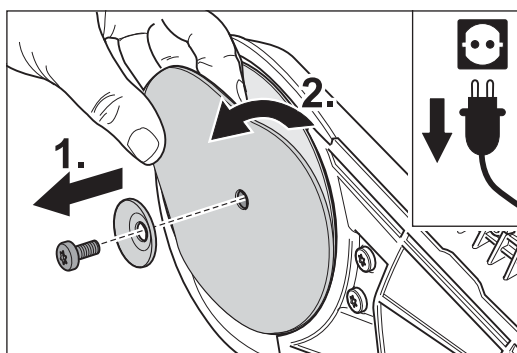

Abb. 13 Die Schraube und die Papierspanscheibe entfernen (1.) und die Schleifscheibe abnehmen (2.).
- 5 Entfernen Sie die Schraube und die Papierspanscheibe (Abb. 13, 1.). Nehmen Sie die Schleifscheibe vom Schleifteller ab (Abb. 13, 2.) und legen Sie alle drei Teile zur Seite.